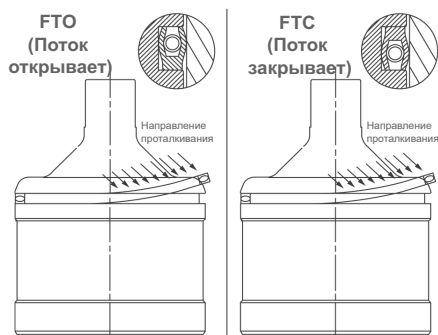

Рисунок 9
6.2.1 Клапан 41305 (рис. 9, 18 и 19)
- Поместите кольцо над конической верхней частью пробки так, чтобы кромка кольца была обращена к стороне давления (см. рис. 9).
В направлении сборки радиального кольца (11F) на пробке (см. рис. 9). «Открывается потоком»: открытая сторона находится в верхней части. «Закрывается потоком»: открытая сторона находится в нижней части.